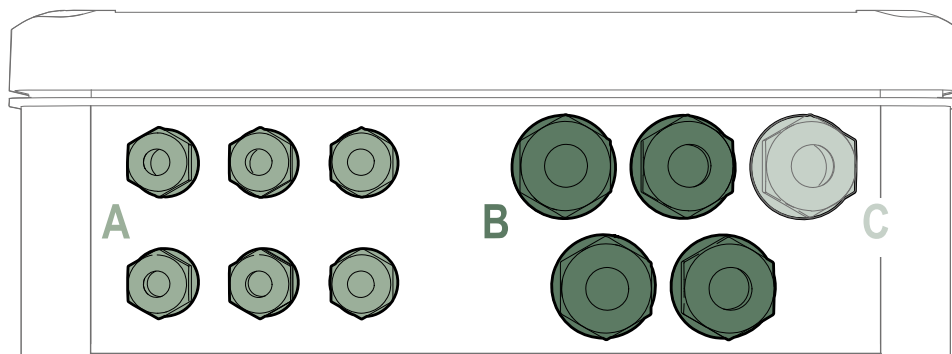

Fig. 7 : Frontal dos prensa-cabos
1. Inserir o cabo no prensa-cabo indicado na Fig. 7 (Prensa-cabo C);